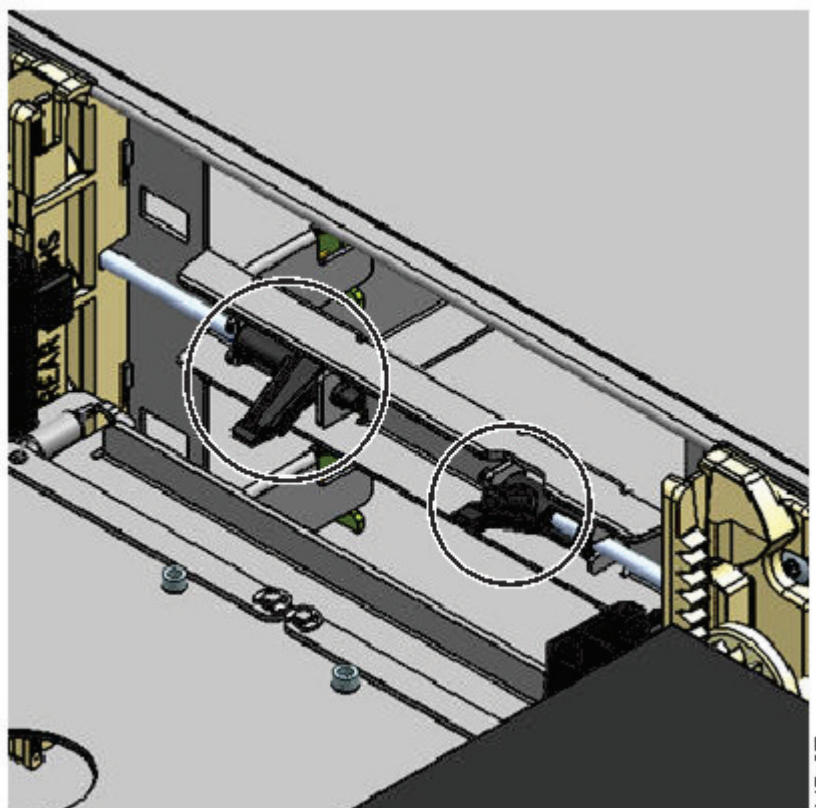

Figura 71. Palancas de liberación del cargador
1. Extraiga los cargadores izquierdo y derecho utilizando las palancas de liberación de la revista (en círculo en Figura 71 en la página 169). Tire de la palanca hacia arriba y, a continuación saque el cargador.